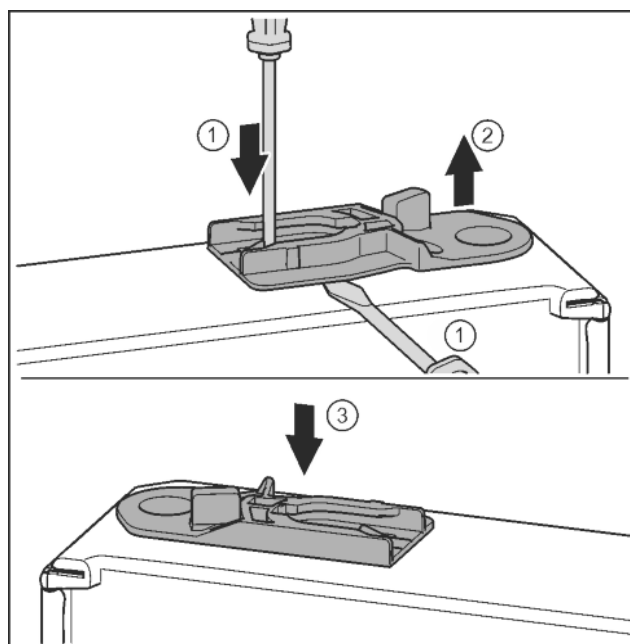

Fig. 37
- ▶ Geleidingsbus eruit trekken: Lip met de sleufschroevendraaier indrukken en gelijktijdig de sleufschroevendraaier onder de geleidingsbus plaatsen. *Fig. 37 (1, 2)*
- ▶ De bij de levering geleverde geleidingsbus op de andere zijde van de behuizing aanbrengen. *Fig. 37 (3)*